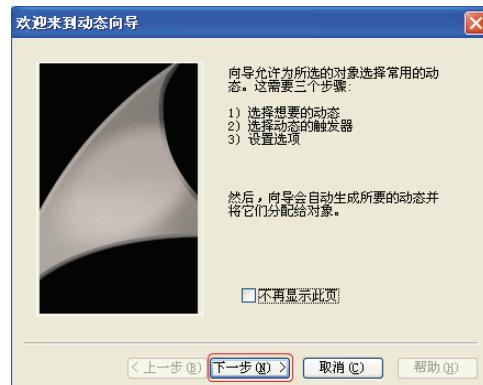

图 5-31 “欢迎来到动态向导”对话框
- 3) 如图 5-31 所示，在“欢迎来到动态向导”对话框单击“下一步”按钮，弹出“选择触发器”对话框，如图 5-32 所示，选择“鼠标左键”触发，再单击“下一步”按钮，弹出“设置选项”对话框，如图 5-33 所示。单击  按钮，弹出“画面浏览器”对话框，选定“B.Pdl”，单击“确定”按钮，如图 5-34 所示，再单击“下一步”按钮，弹出“完成”对话框，如图 5-35 所示，单击“完成”按钮即可。